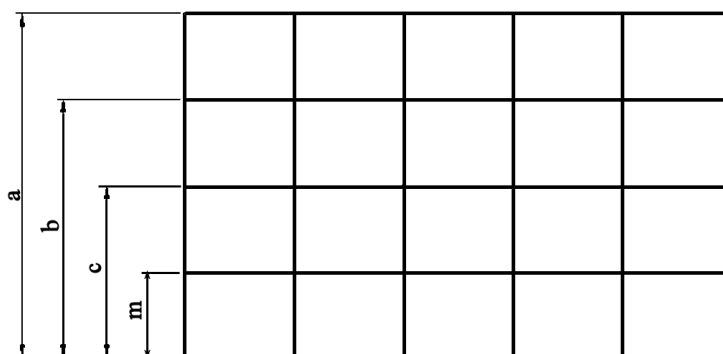

Рис. 2. Арифметические (модульные) пропорциональные ряды
1) Арифметические (модульные) – когда взаимосвязь частей и целого складывается путём повторения единого заданного размера (рис. 2):